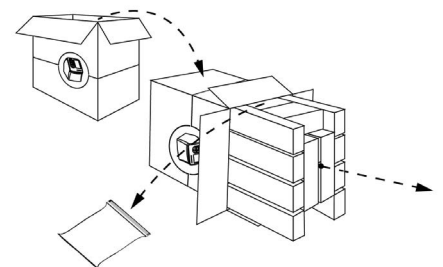

Abbildung 3
4. Kippen Sie den Karton, sodass er auf der Seite liegt (Abbildung 3).
5. Ziehen Sie das Gerät und den Schaumstoff anschließend vorsichtig aus dem Karton. Ziehen Sie dabei an der braunen Röhre zwischen den Schaumstoffplatten (Abbildung 3).
6. Entnehmen Sie die Tasche mit den Zubehörteilen und legen Sie sie zur Seite (Abbildung 3).